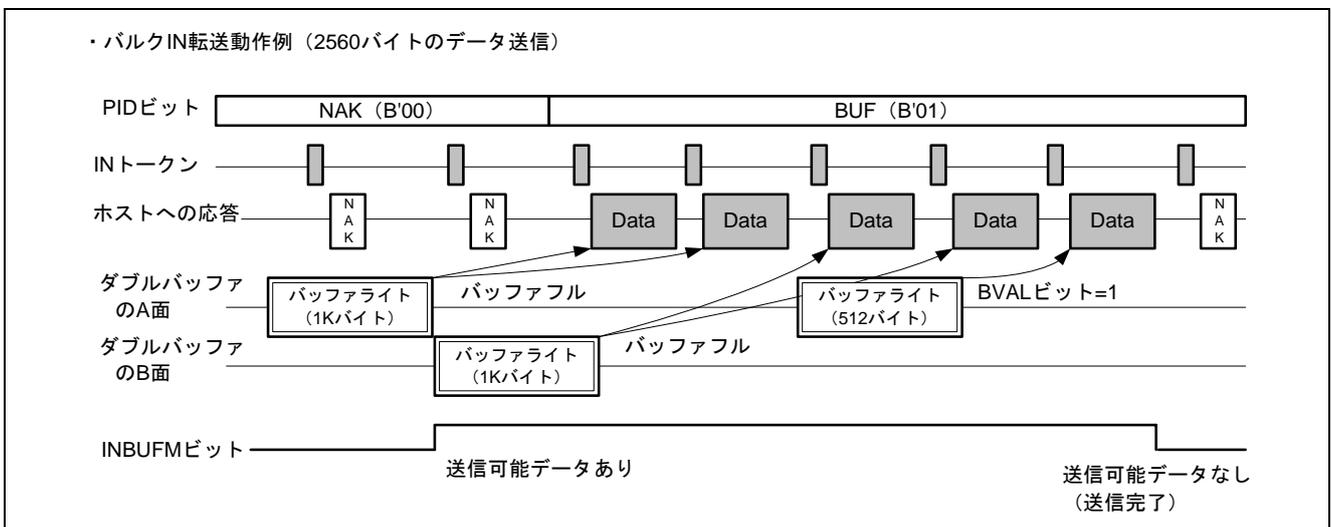

図 7 バルク IN 転送の動作例
表 1 にパイプ 3 を使用したバルク IN 転送の設定例を、図 7 に表 1 の設定値で転送を行った場合の動作例を示します。ダブルバッファと連続転送モードを有効にしています。また、バッファへの書き込みには DMA 転送を前提にしているため BRDY 割り込みおよび BEMP 割り込みは使用しません。各設定項目の詳細については、以下の (1) ~ (6) を参照してください。